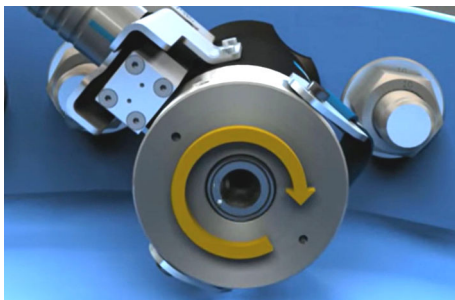

Abb. 25: Aufschrauben
3. ➤  Mit geeignetem Werkzeug Zugbolzen auf die Schraube aufschrauben (Abb. 25). Die Gewindeüberdeckung muss dabei mindestens dem Durchmesser der Schraube entsprechen.